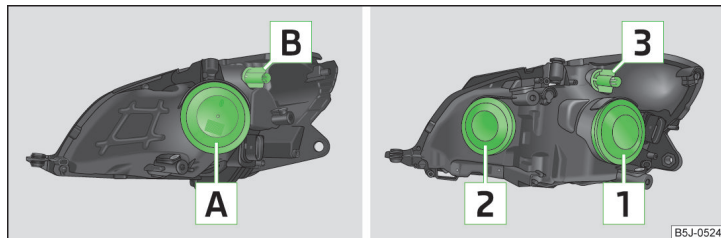

Fig. 161 Disposizione delle lampadine: Fari alogeni / proiettori alogeni
➤ Estrarre il coperchio di protezione **[A]** » fig. 161 a pagina 186.
- Estrarre il coperchio di protezione **[1]** » fig. 161 a pagina 186.
- Estrarre il coperchio di protezione **[2]** » fig. 161 a pagina 186.
- Ruotare il portalampada **[B]** » fig. 161 a pagina 186 o il portalampada **[3]** sino all'arresto **in senso antiorario** e quindi estrarre assieme alla lampada dell'indicatore di direzione.
- Estrarre il coperchio di protezione **[A]** » fig. 161 a pagina 186 oppure **[2]**.